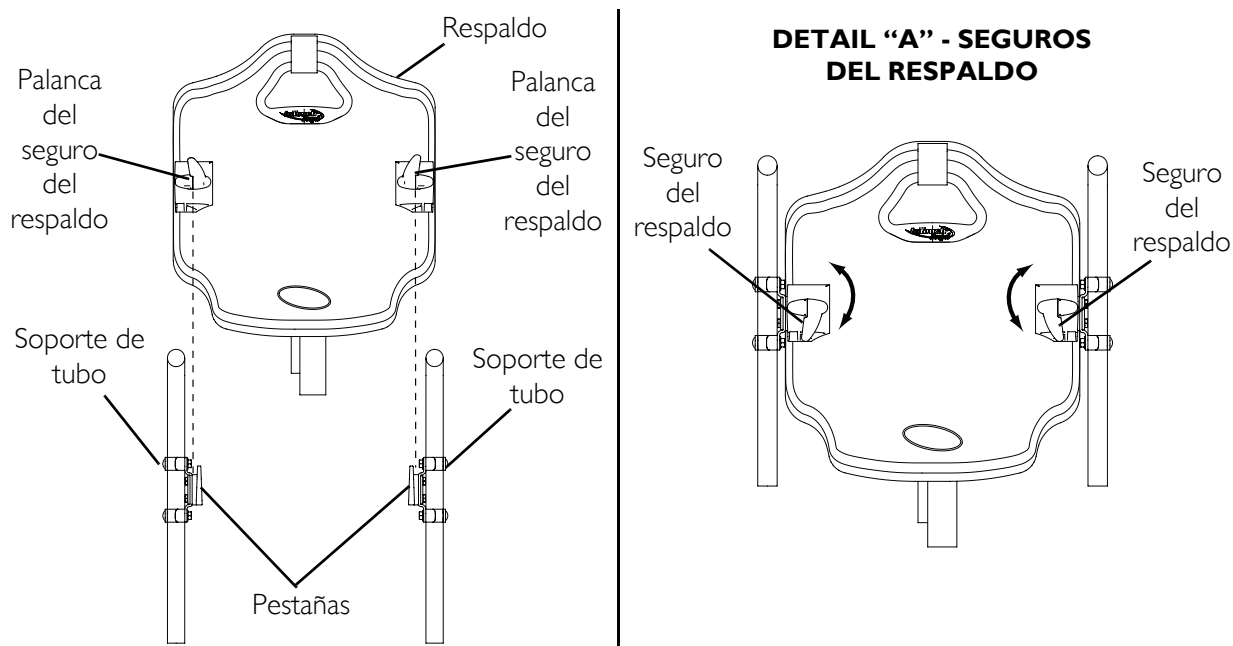

FIGURA 2.3 Instalación y Remoción del Respaldo Propel
NOTA: Para este procedimiento, consulte la FIGURA 2.3 en la página 39.
4. Presione las palancas del seguro hacia abajo (posición de bloqueo) para fijar el respaldo a las pestañas. Consulte el Detalle "A" en la FIGURA 2.3.